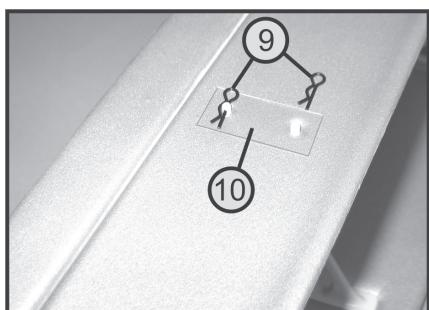

Bild 14
Setzen Sie anschließend die untere Tragfläche mittig auf das Modell und befestigen sie mit den beiliegenden Gummiringen (9). Die Bolzen der Tragflächenstreben müssen dabei in die vorbereiteten Öffnungen der unteren Tagfläche greifen (siehe Bild 14).